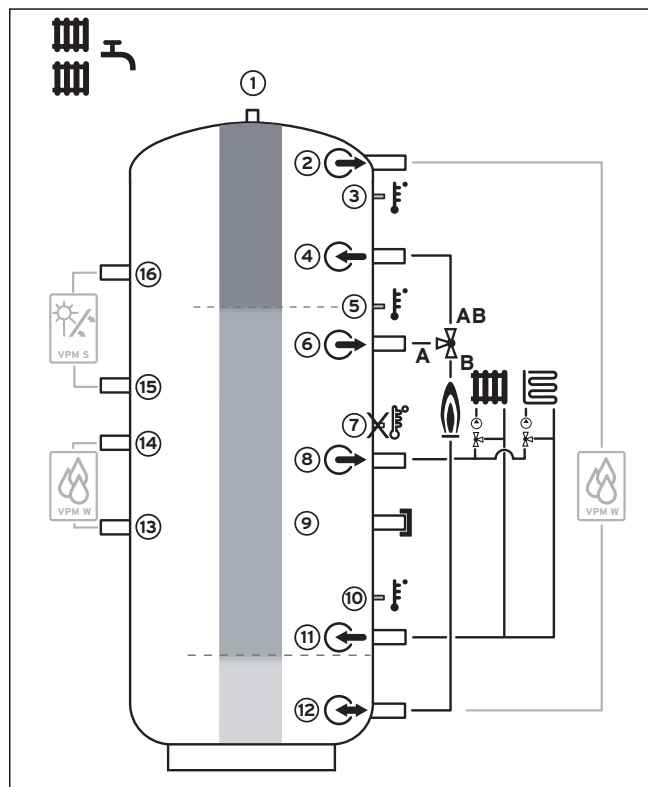

Abb. 4.2 Anschlusschema Wohnanwendung
- Montieren Sie die Trinkwasserstation an Vor- und Rücklauf (siehe Abb. 4.2, 13/14).
- Montieren Sie die Solarladestation an Vor- und Rücklauf (siehe Abb. 4.2, 15/16).
- Montieren Sie drei VR 10 Temperaturfühler aus dem Lieferumfang des Solarsystemreglers VRS 620/3 in die Fühlerrohre (siehe Abb. 4.2, Pos. 3, 5 und 10) des Pufferspeichers.
Wenn laut Hydraulikplan ein motorbetriebenes Umschaltventil notwendig wird, um zwischen dem Bereitschaftsteil für Warmwasser und dem für die Heizung umzuschalten, dann gilt folgende Einbausituation (siehe Abb. 4.2):